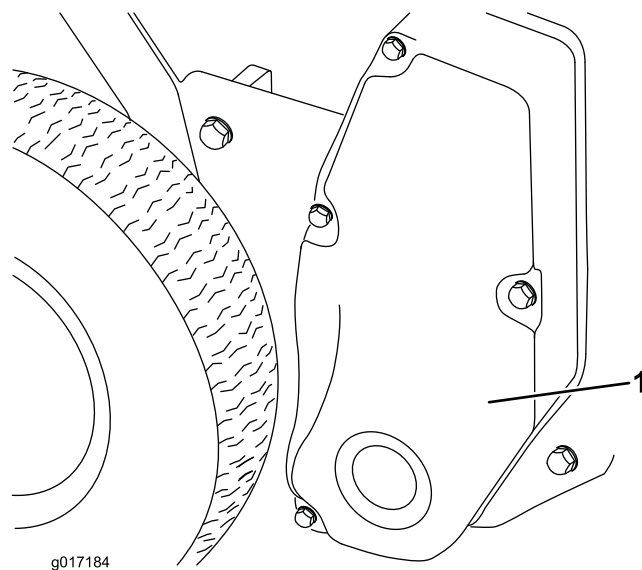

Figure 17
1. Retirez les 4 boulons qui fixent le couvercle de courroie d'entraînement de cylindre sur la plaque latérale droite, et déposez le couvercle (Figure 17).